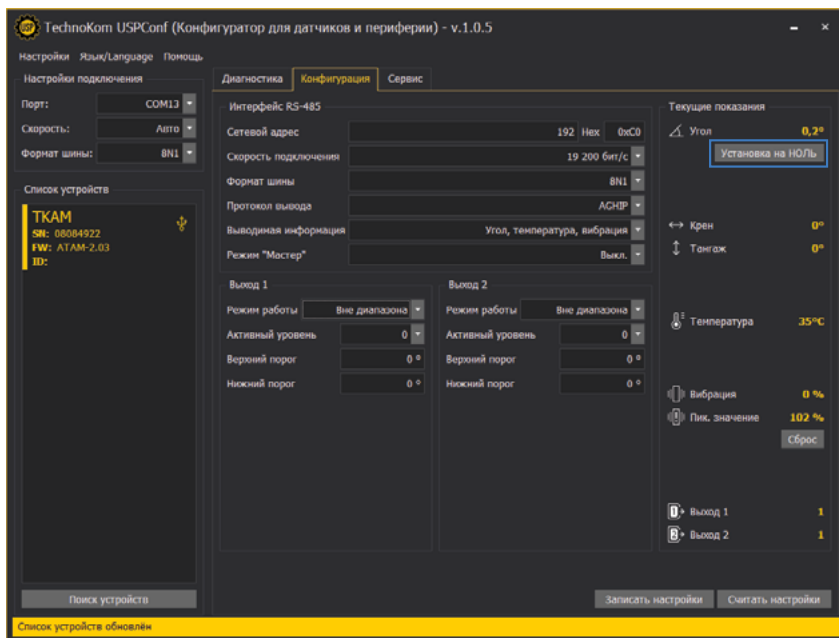

Рис.9. Установка уровня нуля.
- Подключите датчик к программе USPConf и перейдите на вкладку «Конфигурация». В поле «Угол» в блоке Текущие параметры отображаются текущие показания датчика угла. Нажмите кнопку «Установка на НОЛЬ» для того, чтобы принять текущий угол наклона за нулевой (Рис.9). Сохраните настройки.